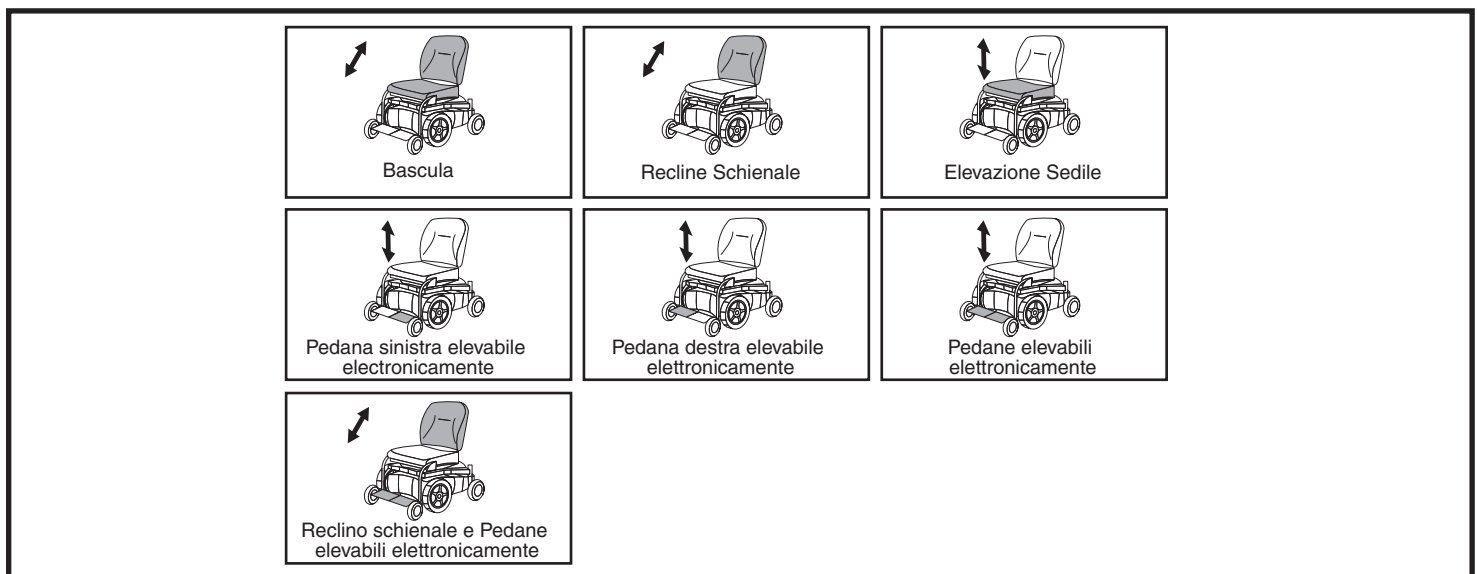

Figura 4. Schermate degli attuatori
2. Premere il tasto di selezione modalità per visualizzare la schermata degli attuatori. **Vedere figura 4.**